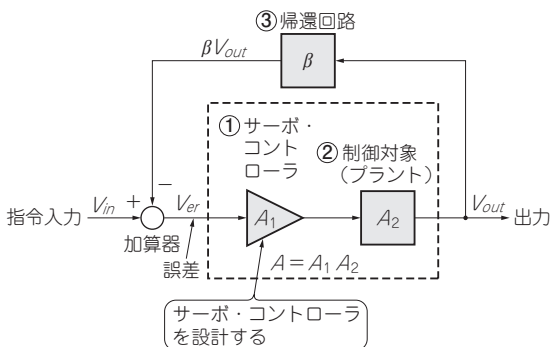

図1 サーボ・システムの安定性は①サーボ・コントローラと②プラントと③帰還回路の周波数特性で決まる
- ①サーボ・コントローラ, ②プラント, ③帰還率
- 設計対象となる一般的なサーボ・システムのモデルを図1に示します。次の三つから構成されます。